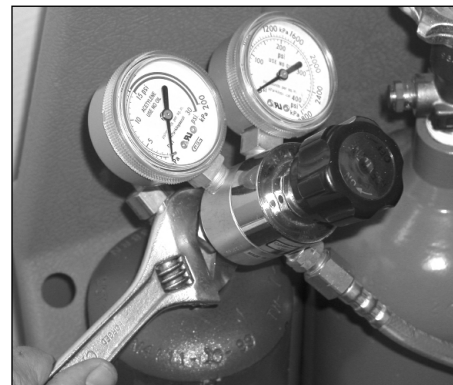

Figure 2 - Raccordement du Régulateur
4. Inspecter avec soin les régulateurs pour tout filetage endommagé, poussière, saleté, graisse, huile ou autres substances inflammables. Retirer les contaminants avec un chiffon propre. Toutes les connexions de tuyau d'acétylène ont un filetage à gauche tandis que celui de l'oxygène est à droite. Fixer les régulateurs aux soupapes de la bouteille et resserrer avec une clé (filetage à droite) (voir Figure 2).